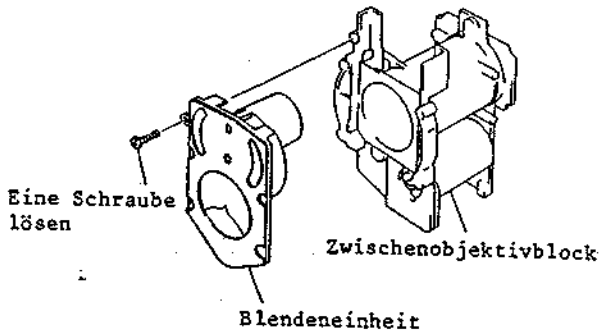

Abb. 2-105 Ausbau der Blendeneinheit
5. Eine (1) Befestigungsschraube der Blendeneinheit lösen (siehe Abb. 2-105).